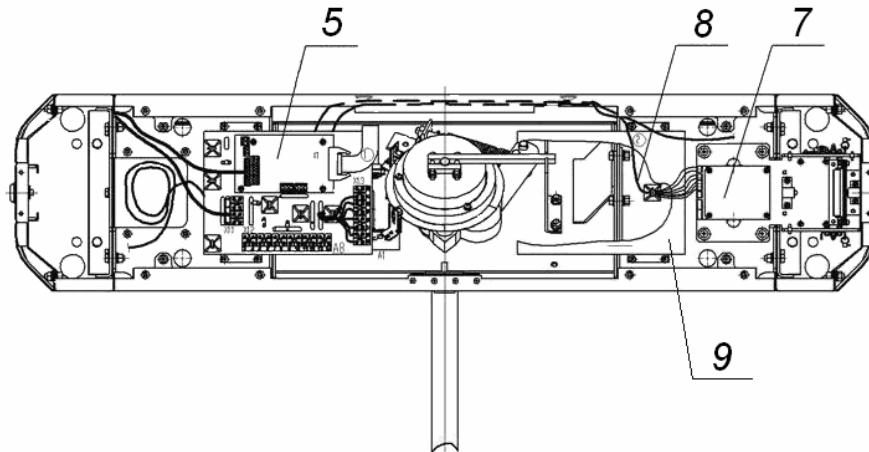
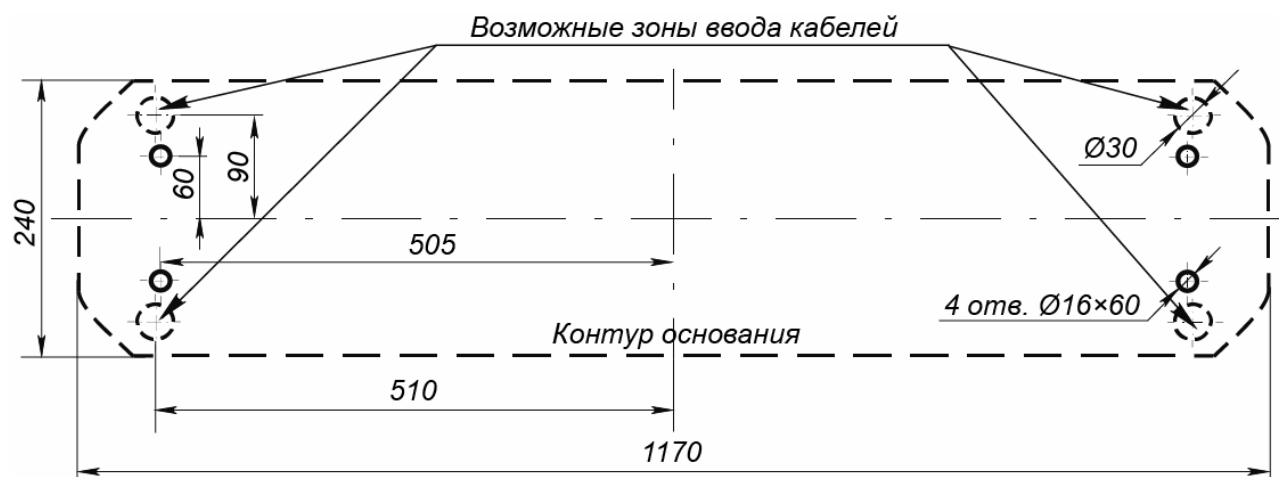
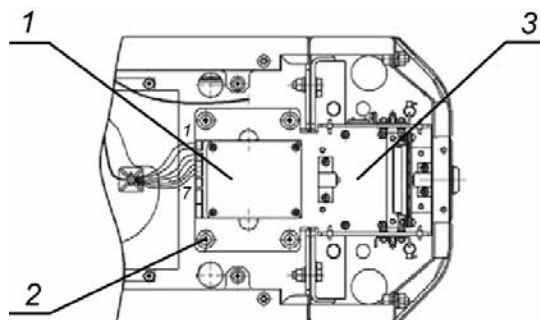

Рисунок 13. Схема прокладки кабелей в стойке турникета
Рисунок 14. Схема разметки для установки стойки турникета
Рисунок 15. Механизм картоприемника
- 2 Подготовьте в полу отверстия под гильзы анкеров для крепления стойки турникета согласно схеме, приведенной на рис.14. При необходимости прокладки кабелей под поверхностью пола подготовьте в полу кабельный канал, подходящий к зоне ввода этих кабелей в стойку турникета. Установку и крепление стойки производите после прокладки всех кабелей в кабельном канале и внутри стойки. Прокладка кабелей внутри стойки показана на рис. 13.
- 6 Снимите крышку турникета (3) (см. разд. 6).
Для переустановки механизма картоприемника (3, рис. 15) на противоположную сторону, т.е. на сторону считывателя №1 (см. рис. 13), необходимо выполнить следующие действия (номера позиций даны в соответствии с рис. 2.):
- 1 Снимите крышку (3) в порядке, указанном в разд. 6.
- 2 Извлеките контейнер картоприемника (12), открыв замок (13) (см. п. 9.4).
- 3 Извлеките заглушку (10) с противоположной стороны, открыв замок (11).
- 4 Демонтируйте торцевые крышки (8); каждая крышка крепится двумя винтами M4×16 и двумя шурупами Ø4,2×19 снизу со стороны контейнера (12) или заглушки (10); кабели считывателей, находящихся внутри торцевых крышек, не отсоединяйте.
- 7 Отсоедините кабель картоприемника (8, рис. 13) со стороны платы картоприемника.
- 8 Демонтируйте механизм картоприемника (поз.3, рис. 15, – крепится четырьмя винтами М5×20, поз. 2, рис. 15) и установите его на противоположную сторону турникета, закрепив на аналогичное место этими же винтами.
- 9 Переложите кабель картоприемника (8, рис. 13) на сторону считывателя №1. Для фиксации кабеля используйте самоклеящиеся площадки и неоткрывающиеся стяжки входящие в комплект поставки.
Конструкцией турникета предусмотрена возможность установки платы контроллера СКУД внутрь корпуса турникета. Установка платы осуществляется на кронштейн (поз. 9, см. рис. 13). Максимальный допустимый размер устанавливаемой платы контроллера 160×150×35 мм.